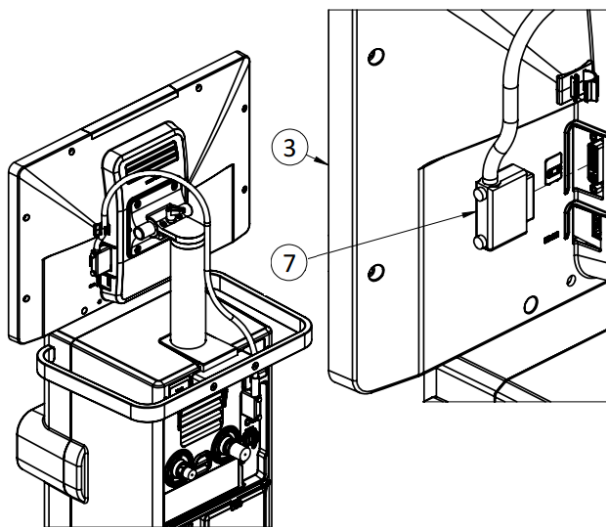

Fig. 3-7 Conexión de cable DVI-I
Conectar el cable (7) en el conector DVI-I del monitor marcado con el ícono indicado en la Fig. 3-7. Asegurar una correcta conexión y fijar con los tornillos provistos. El cable debe quedar alineado hacia arriba y asegurado con el sujetacable ubicado sobre el conector en la cara posterior del monitor. Rutear el cable como lo indica la figura inferior, llevando el cable por detrás de la columna y haciendo pasar el conector suelto entre el aro y la unidad ventilatoria.